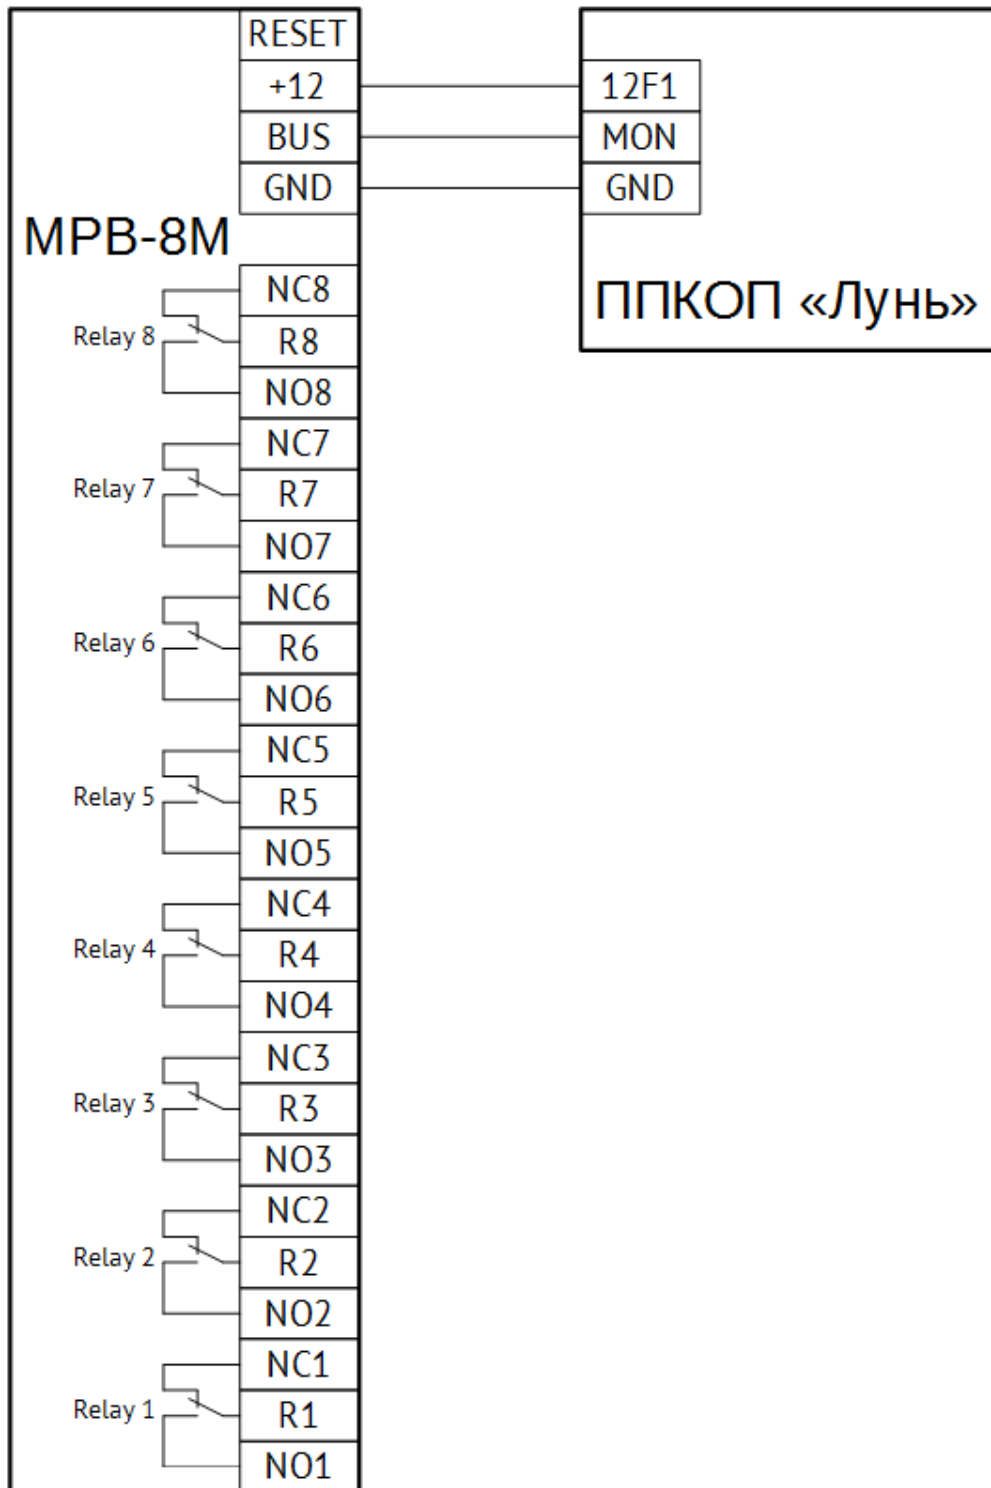

Рисунок 2: Схема подключения модуля «MPB-8M» к ППК
7. Присоединить провода линий связи с внешним оборудованием к клеммам модуля согласно схемам проекта оборудования объекта и схеме подключения внешних устройств модуля (см. рисунок 2);